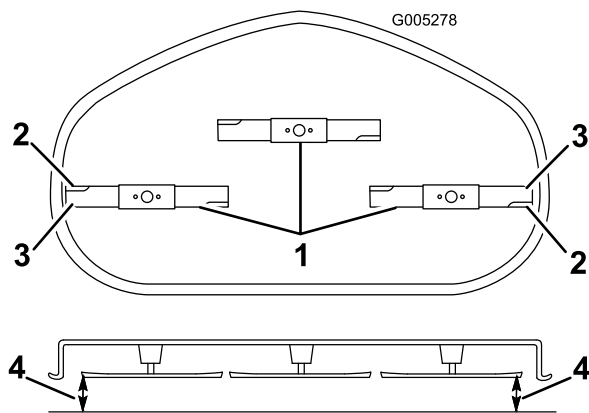

Bild 41
5. Drehen Sie die Schnittmesser vorsichtig von einer Seite zur anderen (Bild 41). Messen Sie den Abstand zwischen den äußeren Schnittkanten und der ebenen Oberfläche (Bild 41). Wenn beide Messwerte nicht innerhalb von 5 mm liegen, ist eine Einstellung erforderlich. Machen Sie mit diesen Schritten weiter.
6. Messen Sie den Abstand zwischen den äußeren Schnittkanten und der ebenen Oberfläche (Bild 41). Wenn beide Messwerte nicht innerhalb von 5 mm liegen, ist eine Einstellung erforderlich. Machen Sie mit diesen Schritten weiter.